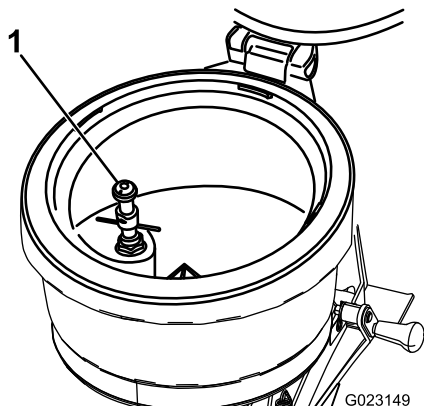

図 34
エダクタタンクの内部に薬剤容器のすすぎ口 図 34 が設けてあります。薬剤容器が空になったら、容器をさかさまにし、容器のフチの部分を使ってリンスの口を押して容器の内部を洗ってください。ボトルリンスは、液剤タンクの液で洗浄されます。空の薬剤容器は、ボトルリンスの吐出口から噴出する液剤タンクからの薬液で洗浄されます。
- A. 容器をさかさまにして容器の口のヘリの部分でバルブを押す図 34 ボトルリンス薬剤容器すすぎ (ページ 19)を参照。